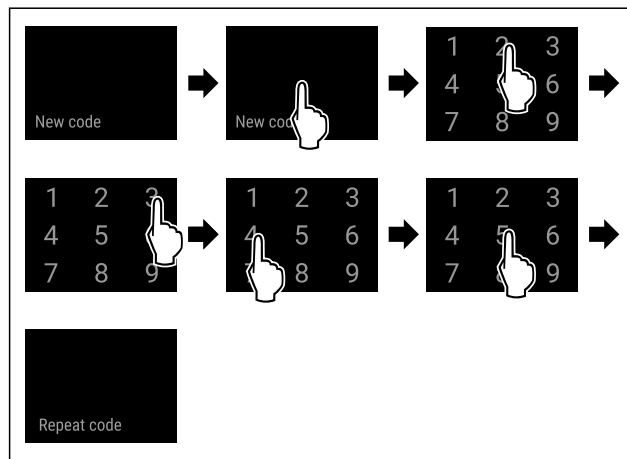

Fig. 95
- Handlungsschritte (siehe Fig. 95) durchführen.
- ▶ Handlungsschritte (siehe Fig. 95) durchführen.